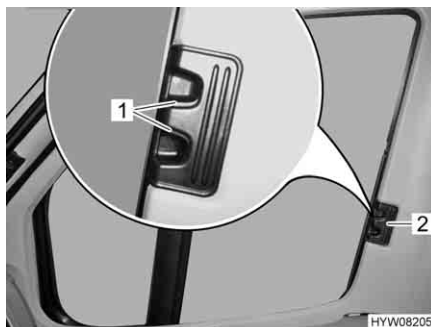

Fig. 11 Tendine oscuranti pieghevoli per il finestrino del conducente/passeggero (Fiat)
- Premere le maniglie di sbloccaggio (Fig. 11,1) e mantenerle premute.
- Con la levetta (Fig. 11,2) tirare le tendine oscuranti pieghevoli per il finestrino del guidatore e del passeggero verso l'altro lato della finestra e congiungerle alle strisce magnetiche.
- Inserire fino all'arresto le tendine oscuranti pieghevoli per il finestrino del guidatore e del passeggero per la maniglia (Fig. 11,2).
- Rilasciare le maniglie di sbloccaggio (Fig. 11,1) e mantenerle innestate.